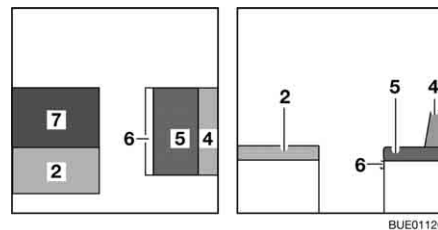

Fig. 121 Pendant la transformation
- Placer le coussin supplémentaire (Fig. 121,7) sur la table.